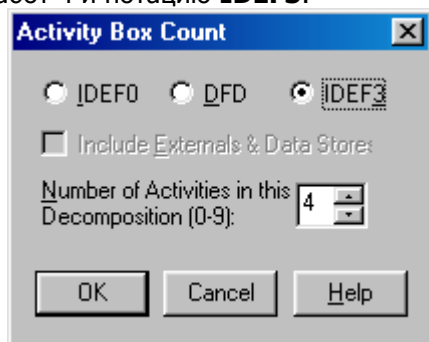

Рисунок 6.2 - Выбор нотации IDEF3 в диалоге **Activity Box Count**
2. В диалоге **Activity Box Count** (рисунок 6.2) установите число работ 4 и нотацию IDEF3.